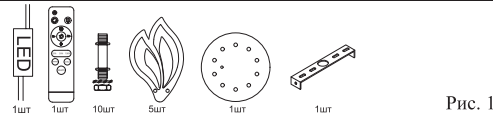

Рис. 1
- Распакуйте светильник и убедитесь в том, что он не повреждён и полностью укомплектован. Комплектация указана на **Рис.1**.
- Просверлите отверстия ① и прикрепите монтажную планку к поверхности винтами ②.